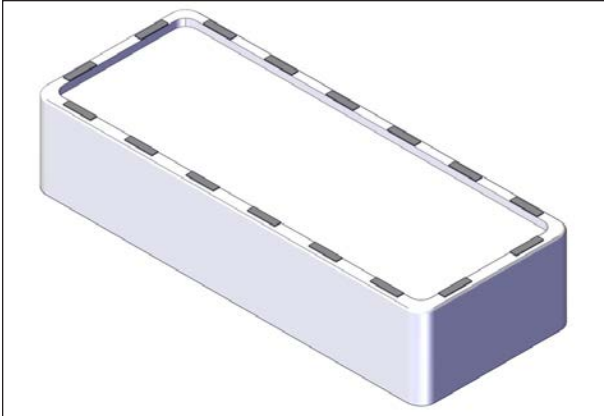

FIGURE 19: INSTALLATION DES COUSSINETS
1. Installer et fixer les coussinets protecteurs sur le dessus du spa près de chaque coin à l'aide du ruban-cache qui se trouve dans l'emballage. Placer au moins quatre coussinets protecteurs sur chacun des côtés les plus longs. Ne pas empiler les coussinets l'un par-dessus l'autre, voir Figure 19.